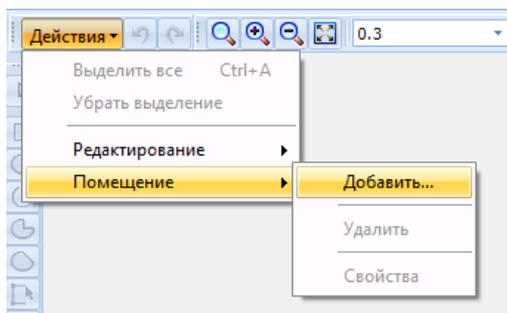

Рисунок 6.6 – Команды подменю Помещения
- Помещение – позволяет открыть дополнительное подменю, при помощи которого совершаются различные действия с помещением целиком (рисунок 6.6).